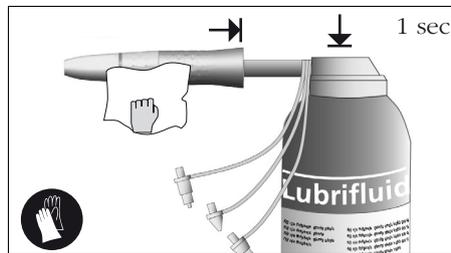

fig. 5
- Actionner le spray 1 seconde fig. 5.